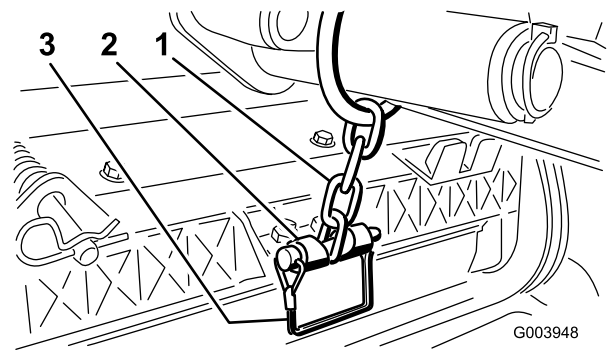

図 10
12. スナップピンを使って、昇降アームのチェーンを昇降アームに固定する 図 10。カッティングユニットのオペレーターズマニュアルに従って、決められたリンクを使用すること。